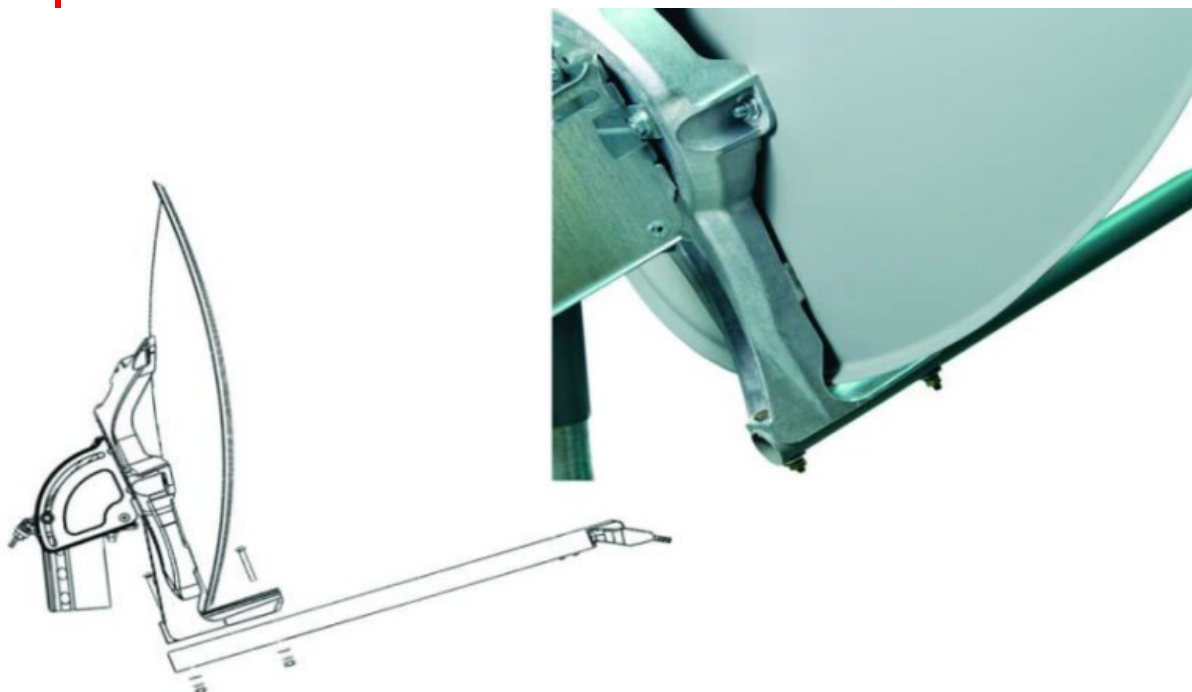

Рисунок 33. Крепление штанги
Под рефлектором закрепите штангу приемопередатчика (4). Потребуется гнездовой ключ и головка на 13мм. Для крепления используются два болта. Снизу штанги они притягиваются гайками (**рисунок 33**).